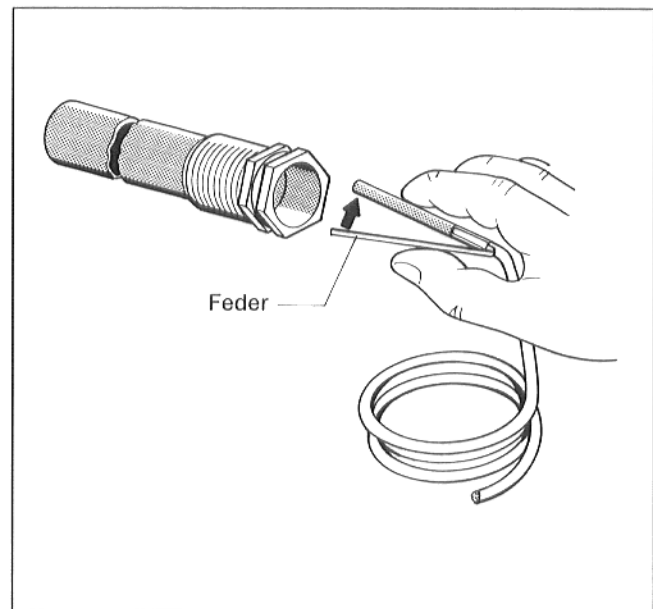

Abb. 9 – Prinzipabbildung
- Feder am Fühler zusammendrücken und bis zum Boden in die Tauchhülse einführen (Abb. 9).